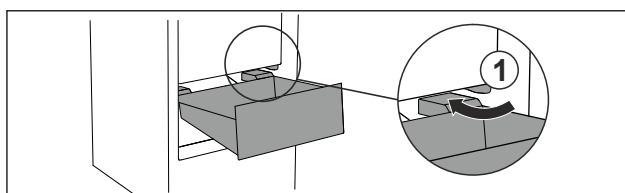

Fig. 106
- Zásuvku ved'te šikmo podél zarážek Fig. 106 (1).